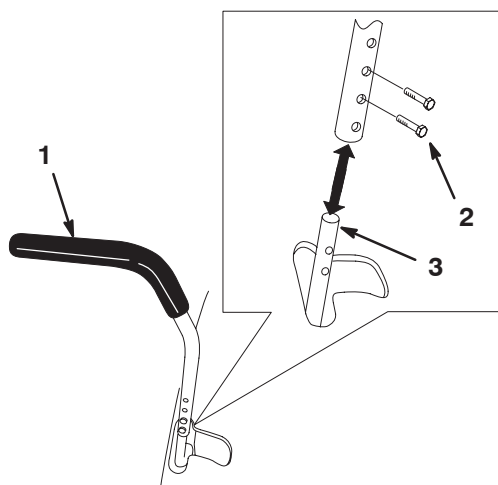

Figure 14
- Introduisez les 2 boulons (1/4 x 3/4") à travers le levier de commande et l'axe (Fig. 14).